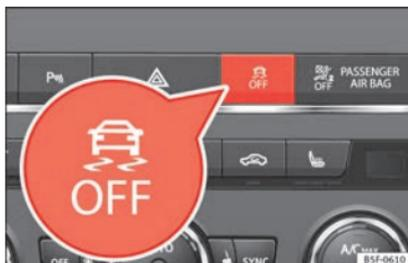

Fig. 190 Console centrale : Touche d'Activation/de désactivation de l'ESC et de l'ASR
- Appuyer sur la touche  » **fig. 190** pendant environ 1 seconde permet de désactiver la fonction ASR.
- Appuyer sur la touche  » **fig. 190** pendant environ plus de 3 secondes permet de désactiver le programme électronique de stabilité (ESC), y compris la fonction ASR.
- La fonction ASR et l'ESC sont réactivées en appuyant sur la touche  » **fig. 190**.